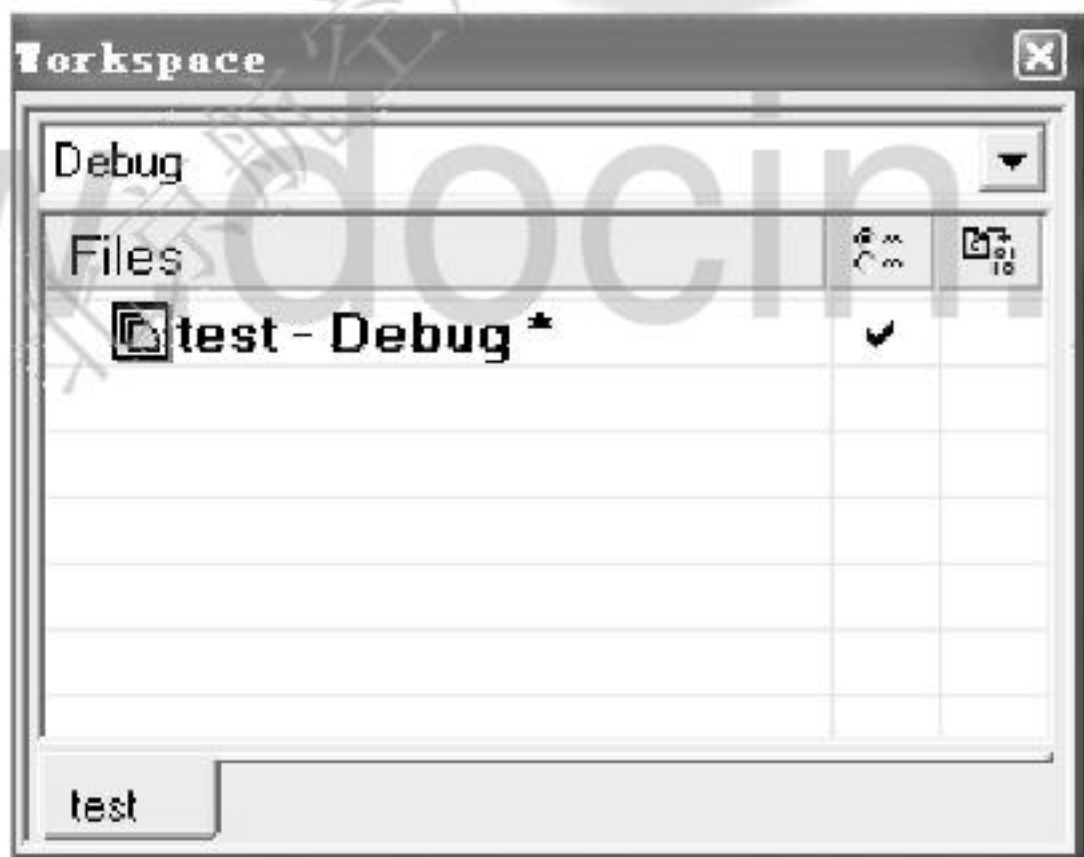

图 4-10 Workspace 窗口
3) 之后可以看到当前项目出现在 Workspace 窗口内,如图 4-10 所示。在 Workspace 中有一个下拉列表框,这里有系统的创建配置(build configurations),默认时系统有两种创建(build)配置: Debug 和 Release。缺省配置是 Debug,在这种模式下,用户可以进行仿真和调试;在 Release 模式下,是不能进入调试状态的,所以建议在产品研发阶段一定不要修改这个创建配置,否则就不能进行调试了。